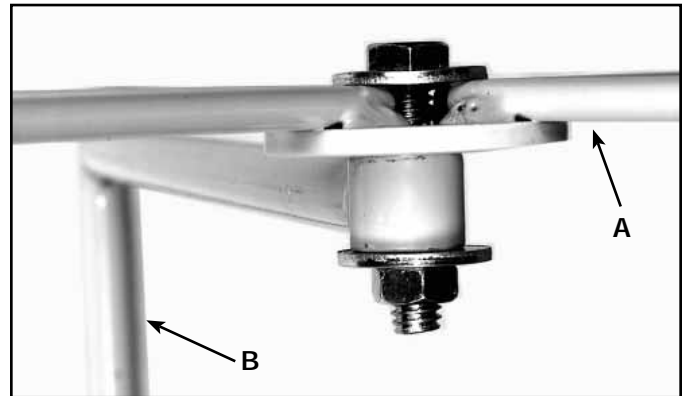

Fig. 12
2. Enfiler une rondelle plate de 9,5 mm (3/8 po) sur une vis à tête hexagonale de 8 mm x 31,7 mm (5/16 po x 1-1/4 po) et insérer la vis dans le trou au centre de l'ensemble de sac suspendu (A) fig. 12 et fig. 12A et dans le trou de la tige de suspension du sac supérieur (B) fig. 12. Puis enfiler une autre grande rondelle plate de 8 mm (5/16 po) sur l'extrémité de la vis suivi d'un boulon hexagonale de 8 mm (5/16 po) de diamètre. Ensemble illustré assemblé à la figure 12. Serrer toute la boulonnerie solidement à l'aide de la clé de 12 mm.